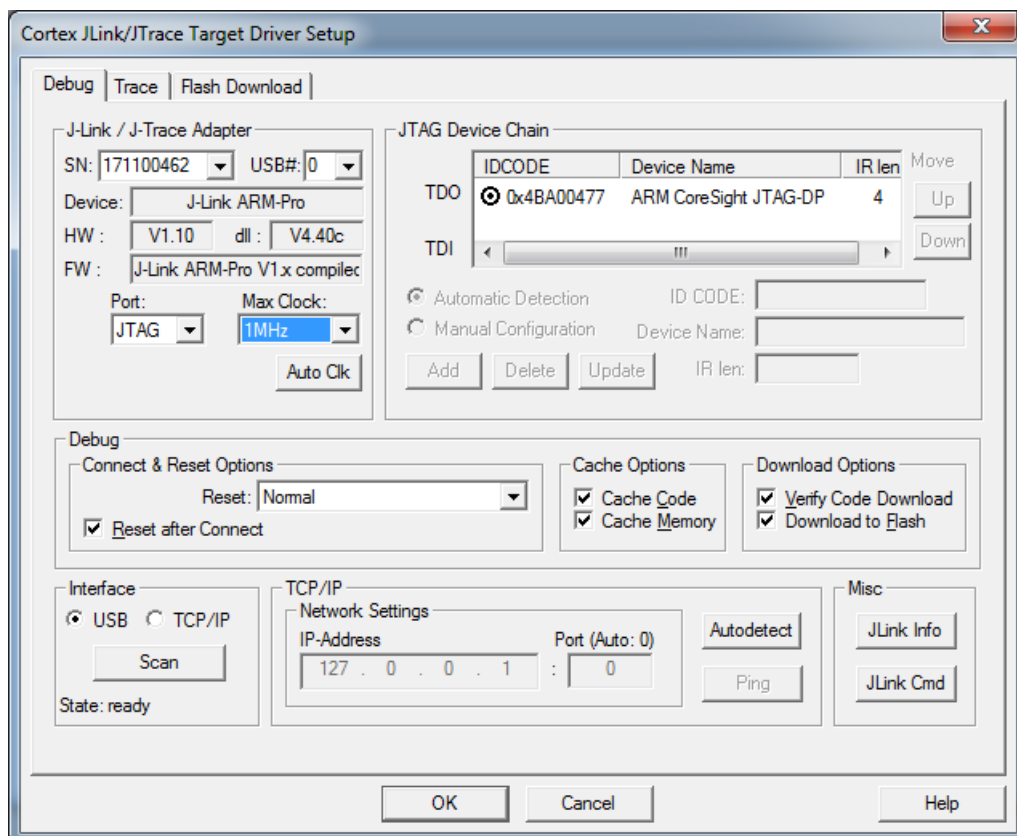

Рис.11 Параметры отладчика J-LINK
3.2.7. Во вкладке Debug настроек проекта произвести настройку параметров отладчика нажатием на кнопку Settings. Необходимые настройки показаны на рис.11,12.